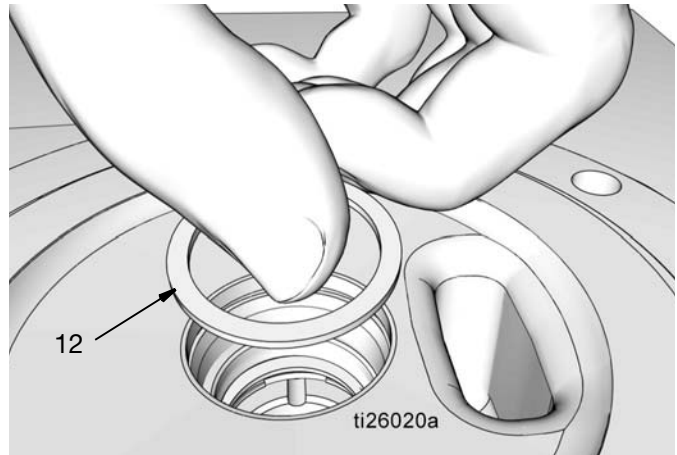

FIG. 35
- g. Install spacer (12) (FIG. 35).